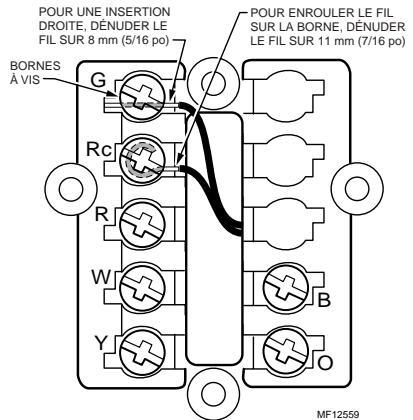

Fig. 4. Raccordement des fils.
- ❑ Faire correspondre le fil de l'ancien thermostat à la borne portant la même lettre sur le nouveau thermostat. Consulter la Fig. 4.